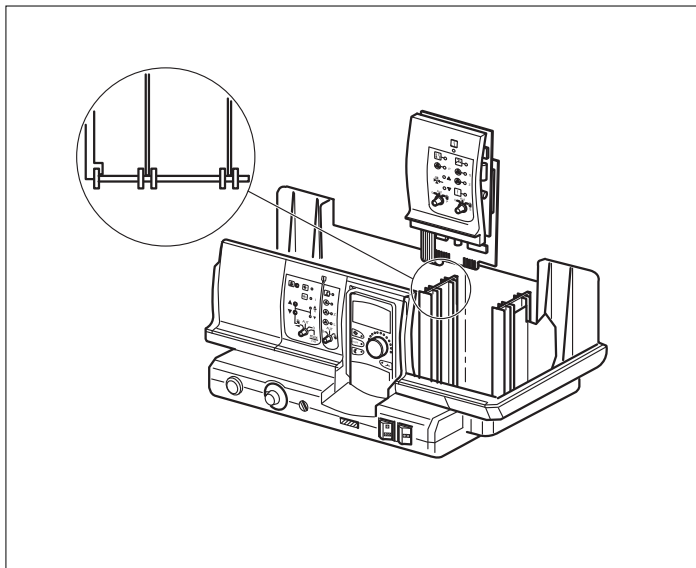

Рис. 15 Установка и демонтаж модуля
- Новый модуль вставьте сверху в свободный разъем, нажимая на планку датчиков (Рис. 15). Убедитесь, что модуль хорошо встал на место.